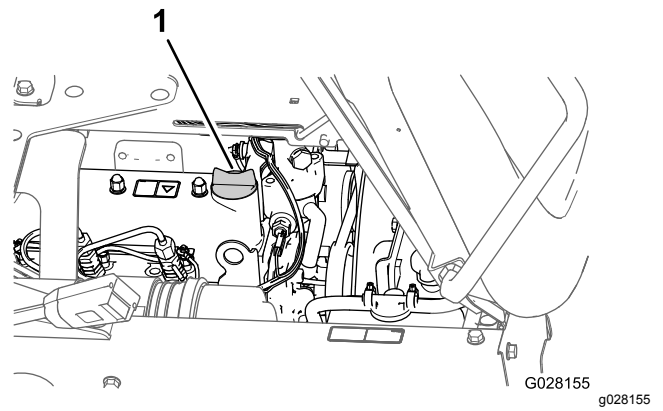

Figura 69
3. Se o nível de óleo estiver baixo, retire o tampão de enchimento da cobertura da válvula e adicione lentamente óleo no tubo de enchimento até que o nível suba até à marca Cheio da vareta (Figura 69).